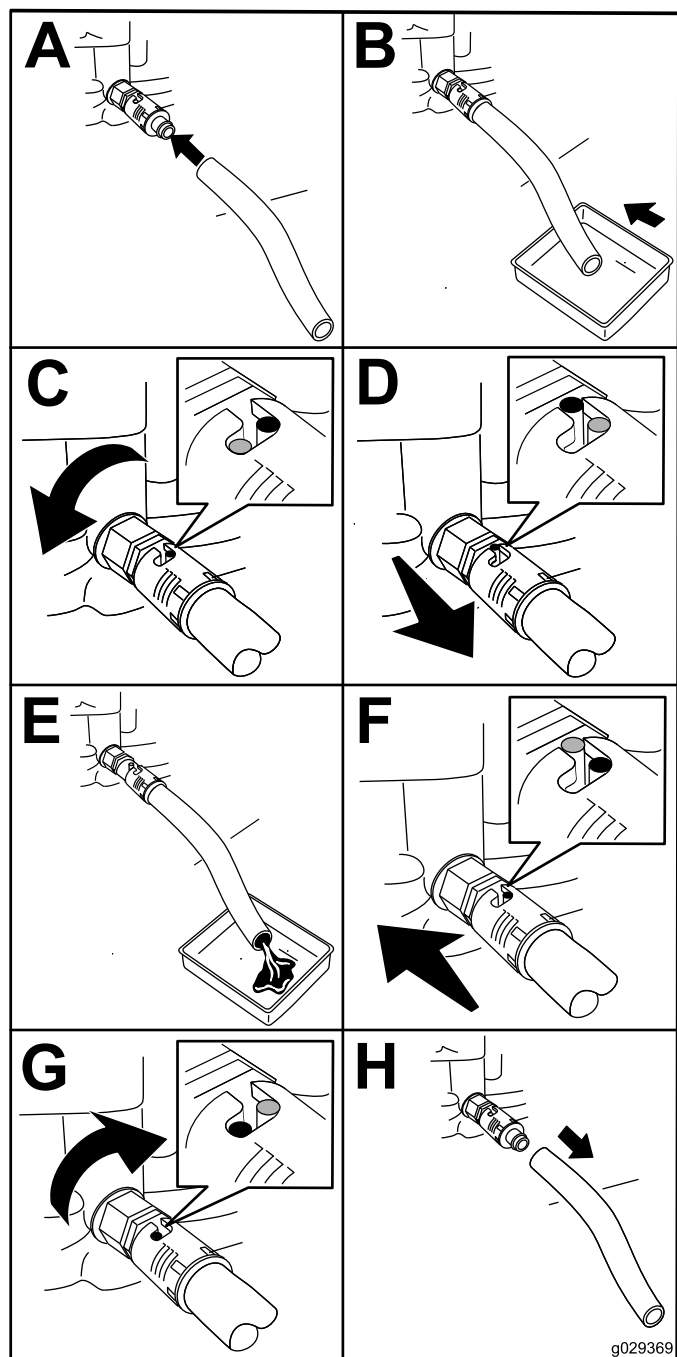

Figure 30
1. Branchez le flexible de vidange au robinet de vidange (Figure 30).
2. Placez l'autre extrémité du flexible (Figure 30) dans un bac de vidange de 1 litre de capacité.
3. Tournez le robinet de vidange d'huile de 1/4 de tour dans le sens antihoraire et vidangez toute l'huile moteur (Figure 30).
4. Tournez le robinet de vidange de 1/4 de tour dans le sens horaire pour le fermer (Figure 30).
5. Enlevez le flexible de vidange (Figure 30) et essuyez l'huile éventuellement répandue.